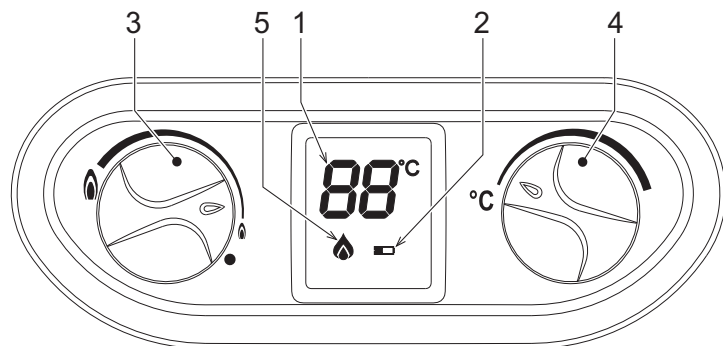

fig. 1 - Pannello di controllo
**Legenda pannello fig. 1**
Con la manopola di regolazione della potenza (rif. 3 - fig. 1) è possibile selezionare la potenza dello scaldabagno, minima o massima e posizioni intermedie a seconda del livello di riscaldamento dell'acqua richiesto. Girando la manopola in senso antiorario, l'apparecchio riscalda l'acqua alla massima potenza. Se la temperatura fosse troppo elevata, ad esempio d'estate, o quando fosse necessaria una portata ridotta di acqua non molto calda, girare la manopola in senso orario. Si riduce così la potenza (e il consumo di gas). Nella posizione ● l'apparecchio è disattivato.